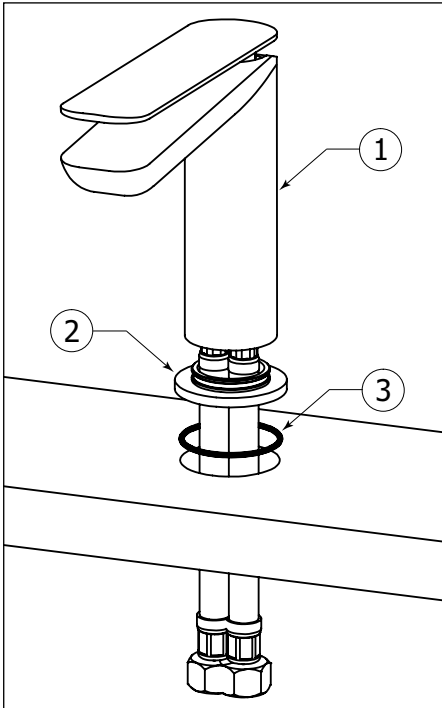

Fig.1
Place the spout base (2) and rubber ring (3) against the faucet body (1). Then screw on the hot and cold water hoses. Insert the flexible hoses with faucet body (1) into the hole (Ø 1-3/8") of the sink or countertop as shown (Fig.1).
Placez la base du bec (2) et la bague en caoutchouc (3) contre le bec (1). Ensuite visser les tuyaux d'eau chaude et froide. Insérer les tuyaux flexibles avec le corps du robinet (1) dans le trou (Ø 1-3/8") du lavabo ou du comptoir tel qu'illustré (Fig.1).